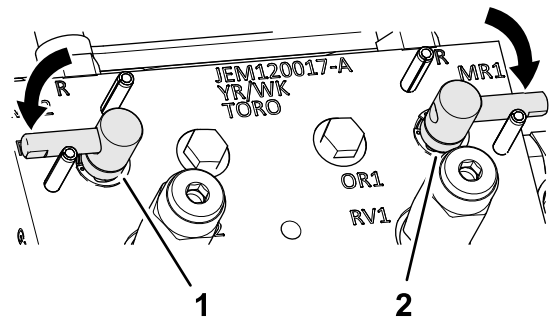

Figura 118
3. Mueva la palanca de autoafilado a la posición F (siega) (Figura 118).